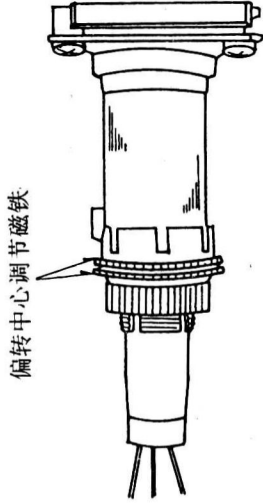

图 76
② 调节 H-OSC (VR702), 使频率为 $15.6 \pm 0.1kHz$ 。
- 步骤: ① 拍摄重合测试卡;
② 转动调节偏转线圈中心磁铁, 使监视器上的图像在屏幕中心, 如图 76 所示。